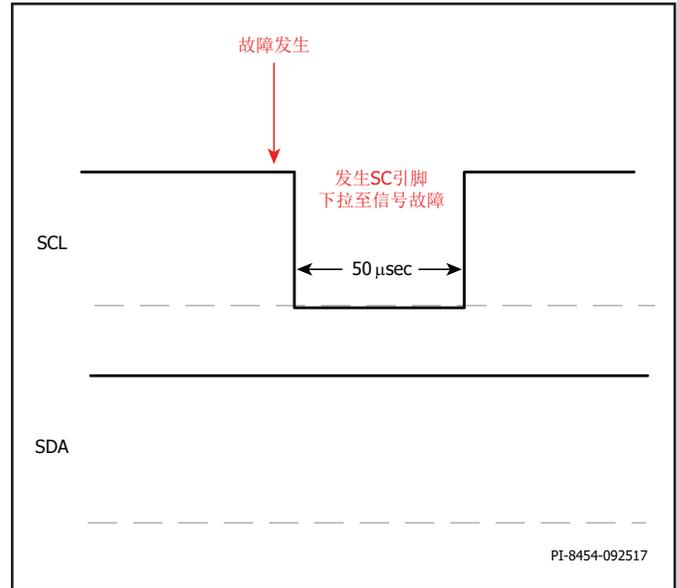

图17. 闲置I²C期间的中断掩码
1. 当SCL引脚处于闲置模式时（见图17），一旦检测到故障，就会发生故障中断。中断将SCL引脚下拉50μs，然后释放回HI状态。